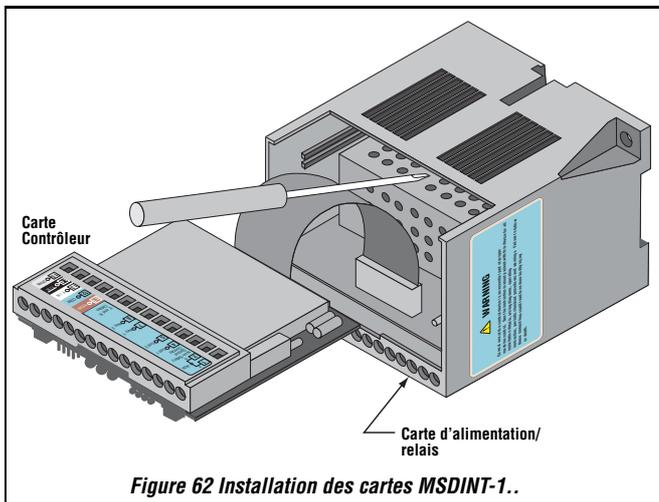

Figure 62 Installation des cartes MSDINT-1..
- 6) En vous référant à Figure 62 en page 70, débrancher les 2 câbles plats des connecteurs de la *carte d'alimentation/relais*.
- 12) En vous référant à Figure 62 en page 70, enfiler une *carte contrôleur* d'origine ou de remplacement (selon le cas) entre les guides en vérifiant que la carte est bien enfilée dans les côtés du boîtier.